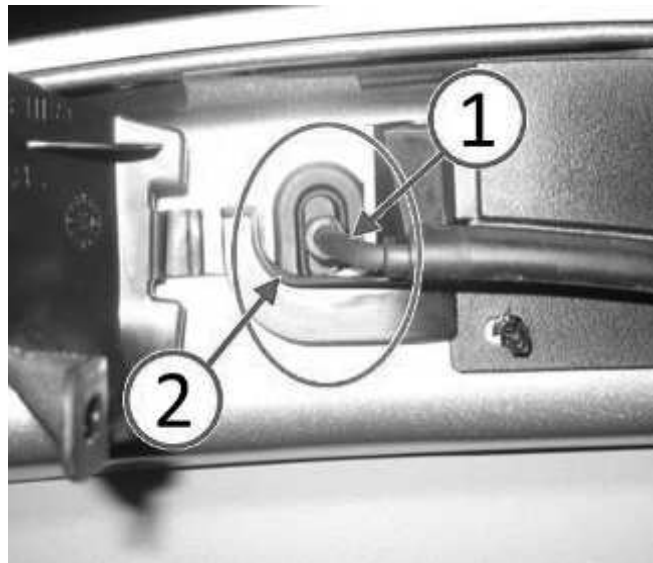

Fig. 3 Richtig verlegter Kabelbaum
- b. NEIN>>> Der Kabelbaum (1) unter dem Heckklappen-Klemmsensor (2) auf der rechten Seite ist richtig verlegt, wie zu sehen in (Fig. 3). Den Inspektionsdeckel des Klemmsensors schließen. Diese Mitteilung trifft nicht zu.
4. Den Klemmsensor (2) austauschen und den Kabelbaum des Klemmsensors richtig verlegen, wie zu sehen in (Fig. 3). Siehe die detaillierten Reparaturverfahren in: DealerConnect> TechCONNECT unter: Service Info> 08 - Electrical> 8N - Power Systems> Power Liftgate> SENSOR, Pinch> Removal/Installation.